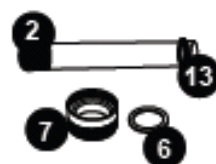

Figura 6
8. Remova a porca de compressão (7) virando-a no sentido anti-horário, Figura 3. Utilize um par de alicates se necessário, Figura 5. Você vai encontrar uma arruela de compressão de aço inoxidável (6) que passa pelo tubo de quartzo. Guarde essa arruela (6) para uso posterior, Figura 6. Há também um anel de vedação (13), comprima o anel de vedação, lentamente e cuidadosamente remova o tubo de quartzo.